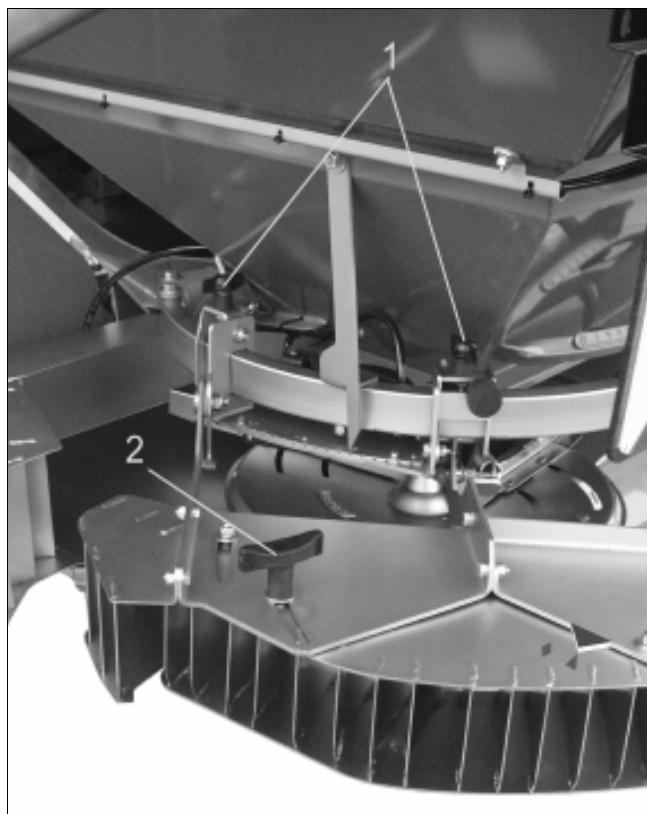

Fig. 20
- Voor het instellen op de schaalverdeling handgreep (Fig. 20/1) losdraaien, volgens tabel instellen en vervolgens de handgreep weer vastdraaien.
- Om het kantstrooischerm naar binnen of naar buiten te verplaatsen, Fig. 20/2 losdraaien en het scherm verplaatsen tot de wijzer op het "▲" of "◆" symbool staat. Handgreep weer vastdraaien.